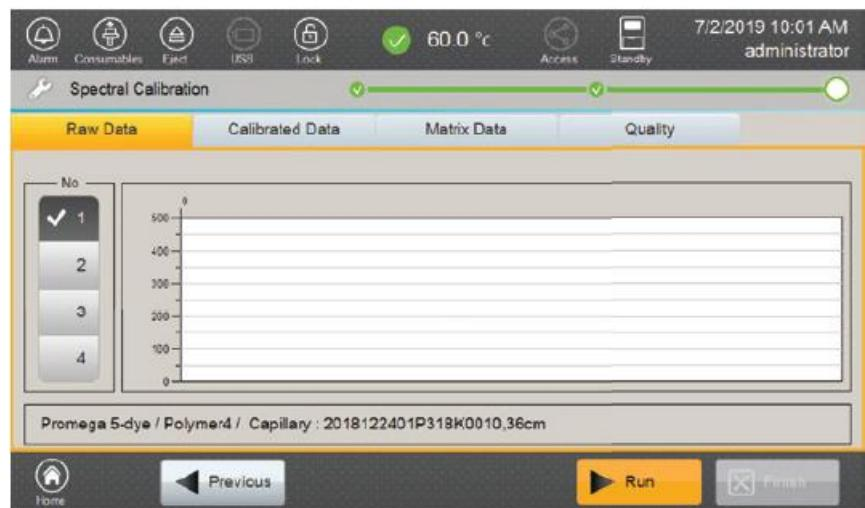

図 50 Spectral Calibration 画面
9. オートサンプラーがホームポジションに移動後、Spectral Calibration の画面（図 50）が自動的に表示されます。Run のボタンを押して spectral calibration を開始してください。キャリブレーションの所要時間は、ポリマータイプに関係なく約 30 分です。
Spectral Calibration 画面（図 50）から spectral calibration の結果の確認ができます。“Raw Data”, “Calibrated Data”, “Matrix Data” and “Quality”的 4 つのタブがあります。